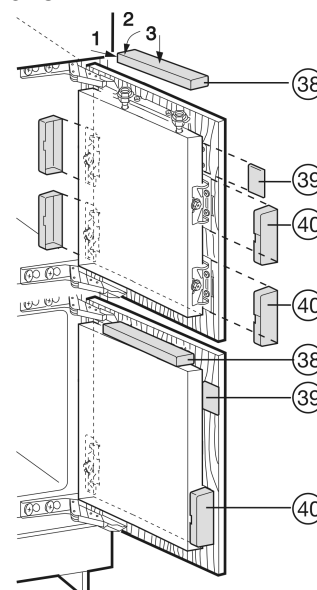

Fig. 31
- Mettre en place les caches supérieurs Fig. 31 (38) et les encliqueter.
- Poser les caches latéraux Fig. 31 (39); les faire glisser jusqu'à la butée puis appuyer sur les caches jusqu'à ce que vous les entendiez encliqueter.
- Faire coulisser les caches Fig. 31 (40) latéralement, ensuite les tirer vers l'avant à l'aide d'un tournevis jusqu'à ce qu'ils encliquettent.